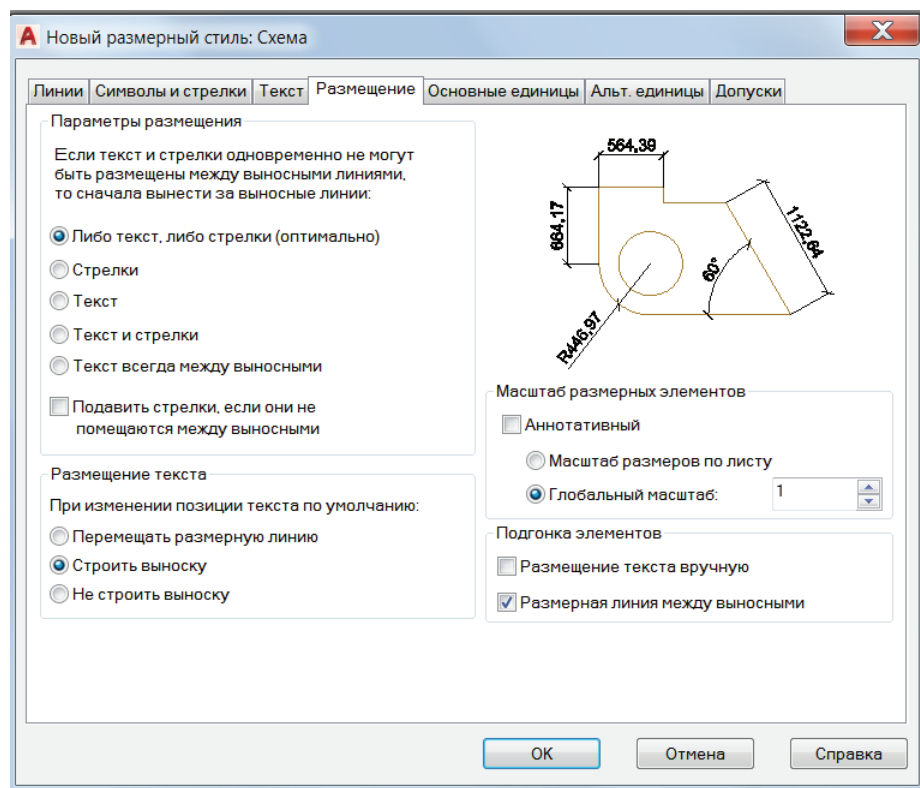

Рис. 2.5.26. Диалоговое окно **Новый размерный стиль**. Вкладка **Размещение**
- **Вкладка Размещение** (рис. 2.5.26).